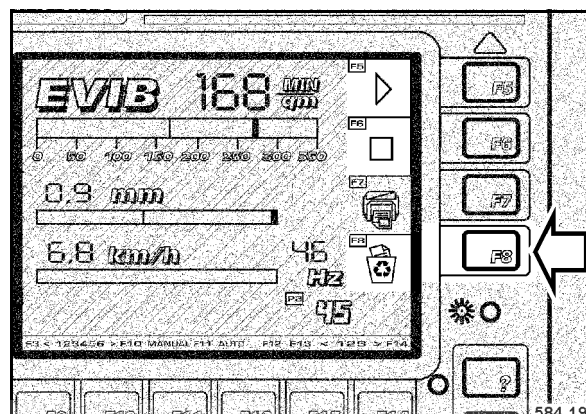

Fig. 101
- Si d'autres copies de la présente piste non sont pas nécessaires, appuyer sur la touche F8 "EFFACER" (Fig. 101) après l'allumage de la zone de contrôle F6 "TERMINE".